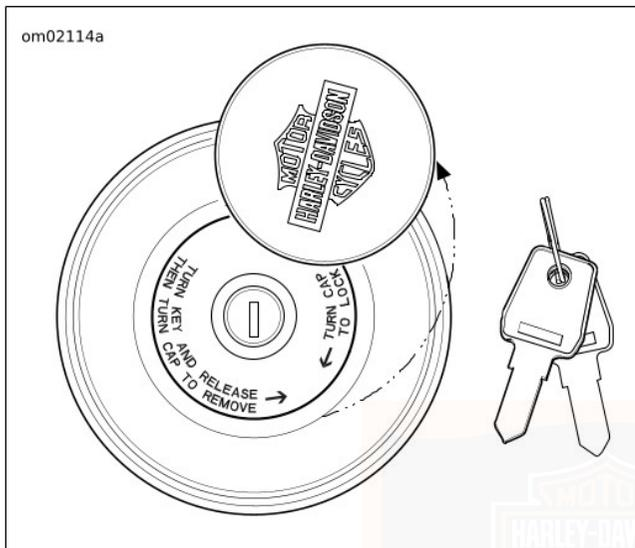

Abbildung 26. Verriegeln des Kraftstofftankdeckels
1. Siehe Abbildung 26. Die Schlossabdeckung drehen, um das Schloss freizulegen.
1. Siehe Abbildung 26. Den Schlüssel in das Gabelschloss einführen.